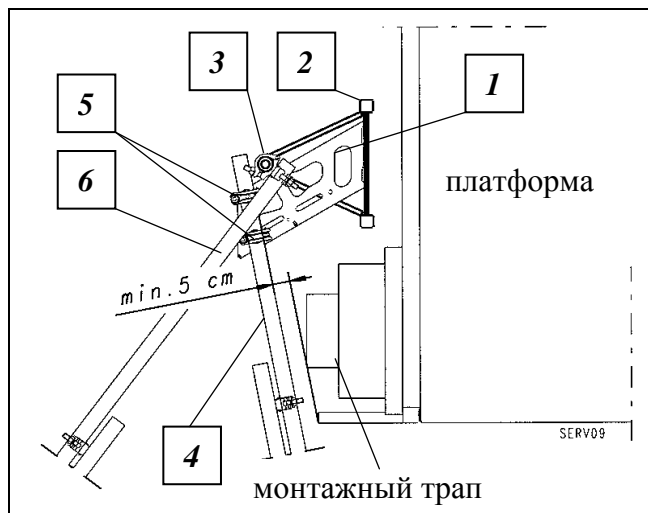

Рис. 25 Крепление мачты
Если используются удлиняющие трубки, то выступающие части трубок не должны заходить в зону движения монтажного трапа, - Опасность столкновения! (см. рис. 25)
- Прямоугольное выравнивание мачты может осуществляться обеими соединениями с лесами (рис. 25 поз. 5).